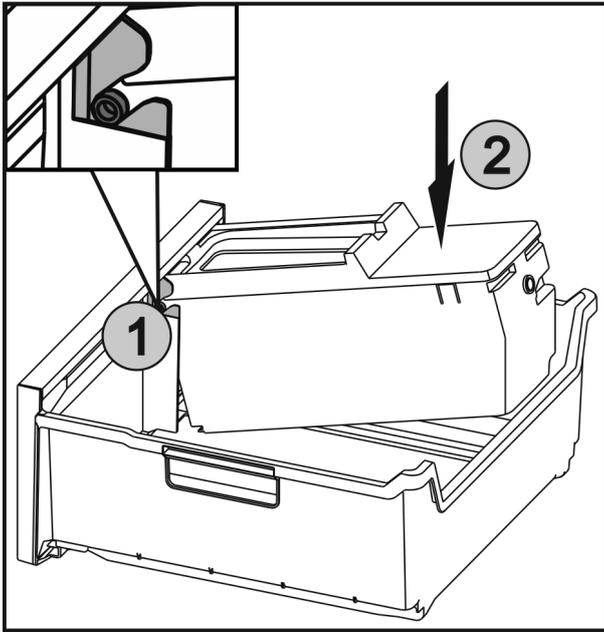

Fig. 59
- ▶ Inserire gli assi Fig. 59 (1) di EasyTwist-Ice nelle guide e premere la parte posteriore Fig. 59 (2) finché la linguetta non si innesta.